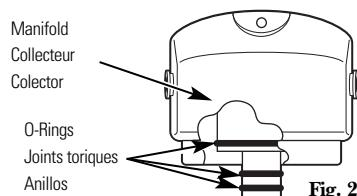

Fig. 2
3. Lightly lubricate the three black o-ring seals in the manifold (Fig. 2) with clean food grade silicone grease. Silicone grease is available through GE Parts and Services: 1.800.626.2002, Part Number: WS60X10005.
3. Lubrifier légèrement les trois joints toriques noirs situés dans le collecteur (Fig. 2) à l'aide d'une graisse de silicone propre de catégorie alimentaire. Procurez la graisse de silicone, appelez le service des pièces de GE : 1.800.626.2002 ou, au Canada, 1.800.361.3869, Numéro de pièce : WS60X10005.
3. Lubrique ligeramente los tres sellos circulares negros en el colector (Fig. 2) con grasa de silicona para cocinar limpia. La grasa de silicona está disponible a través de GE partes y accesorios 1.800.626.2002, Parte número WS60X10005.